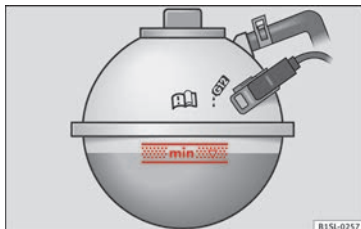

Fig. 170 Nel vano motore: Segno nel serbatoio di compensazione del liquido di raffreddamento.
- A motore freddo, verificare il livello del liquido di raffreddamento tramite il segno sul fianco del serbatoio di compensazione » » fig. 170.
- Il livello del liquido di raffreddamento deve rimanere tra le tacche incise sul serbatoio di compensazione » » fig. 170. **Non oltrepassare il bordo superiore della zona contrassegnata » ».**
- Aggiungere liquido di raffreddamento solo fino al bordo superiore della zona contrassegnata » **fig. 170**. In caso contrario, quando la temperatura salirà, il liquido in eccesso fuoriuscirà a pressione dall'impianto di raffreddamento causandone il deterioramento.